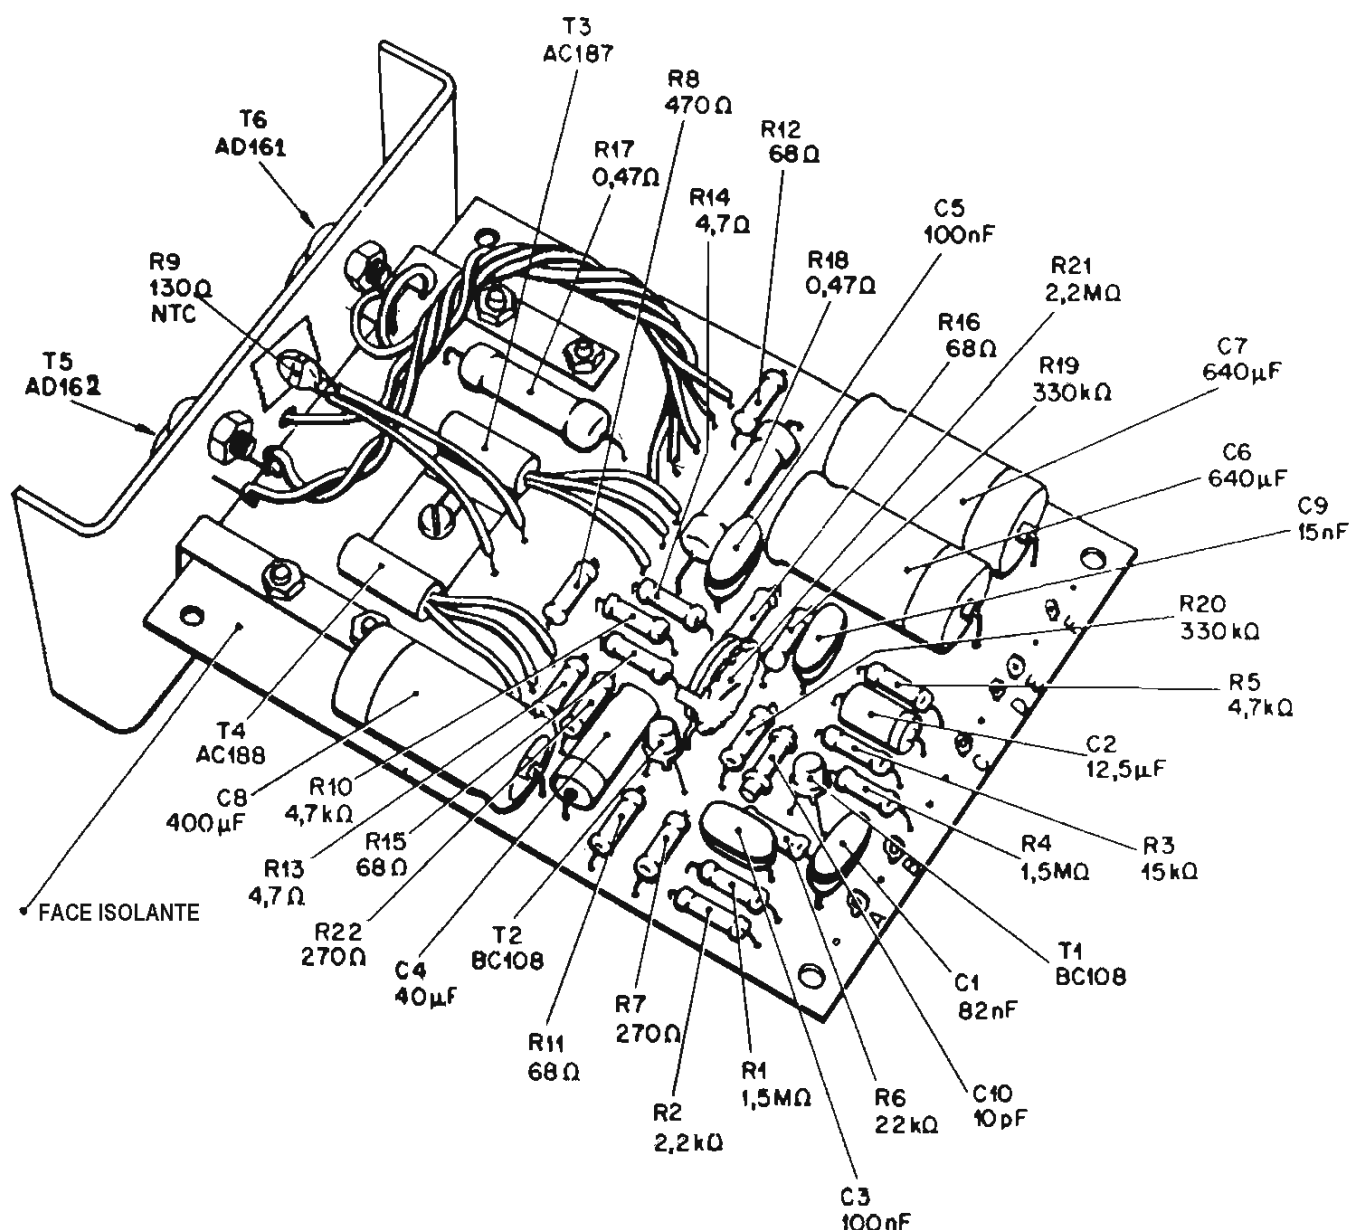

Figura 4 - Vista de conjunto do módulo amplificador montado.
A posição dos componentes está indicada mediante o símbolo correspondente impresso na face isolante da placa. A figura 4 mostra a disposição correta das peças. Todos os componentes (salvo os transistores de potência) deverão ser colocados sobre a face isolante da placa de fiação impressa. Os terminais devem atravessar os respectivos orifícios, fazendo contato com a parte cobreada na face oposta (figuras 3 e 5).
Efetue as operações na seguinte ordem, orientando-se pela figura 4:
8 - Coloque os transistores T_1 e T_2 (BC108); identifique e posicione corretamente os terminais. Oriente-se pela figura 4, bem como pela figura 7 que mostra as posições das linguetas de referência dos transistores.
- 11 - Fixe as aletas com os transistores no furo "J" do painel usando parafuso de 6mm, arruela dentada e porca. Consulte a figura 4 para verificar a posição dos transistores. Introduza e solde os terminais de emissor, base e coletor de T_3 e T_4 nos furos correspondentes.
- 17 - Posicione e solde na placa impressa os fios que vêm do radiador seguindo a tabela abaixo (veja também figura 4).
- 18 - Corte dois espaguete com 35mm de comprimento. Introduza-os nos terminais de R_9 (termistor NTC 130 Ω). Conservando os terminais com o comprimento original, coloque e solde na placa onde indicado. O corpo NTC deve tocar no radiador. No ponto de contato cole um pedaço de fita isolante no radiador; use graxa de silicone ou vaselina sobre a fita para melhorar a transferência de calor do radiador para o corpo do NTC. Ver também figura 4 e 12.
- Se todos os componentes estão na posição assinalada na figura 4.